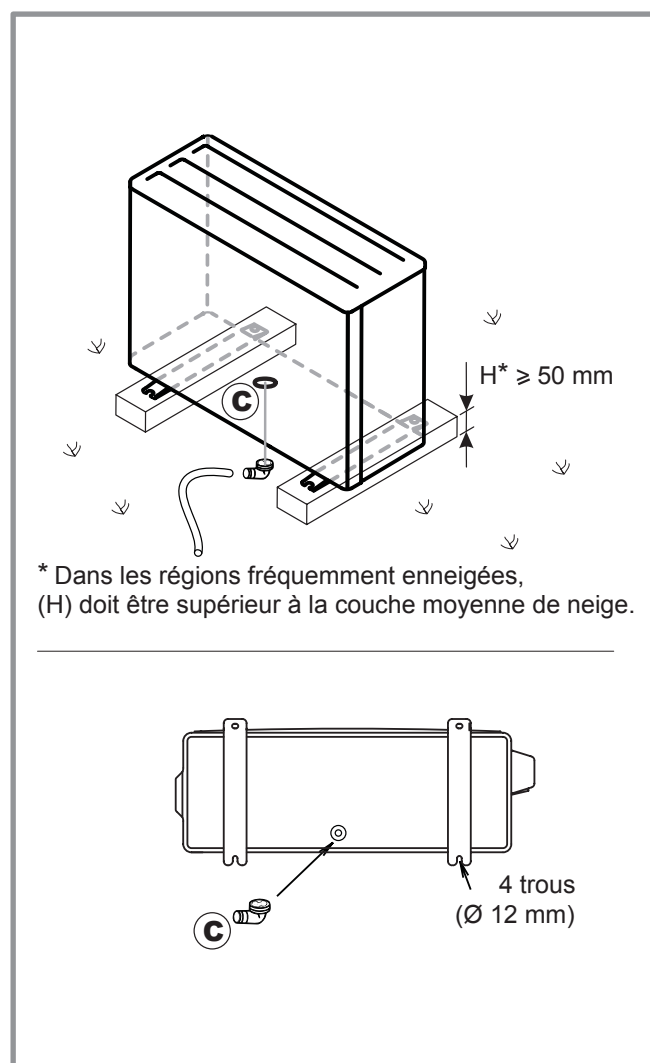

figure 16 - Pose de l'unité extérieure, évacuation des condensats
- En fonctionnement, de l'eau peut s'évacuer de l'unité extérieure. Ne pas installer l'appareil sur une terrasse, mais préférer un endroit drainé (lit de graviers ou sable). Si l'installation est réalisée dans une région où la température peut être inférieure à 0°C pendant une longue période, vérifier que la présence de glace ne présente aucun danger. Il est aussi possible de raccorder un tuyau d'évacuation sur l'unité extérieure (figure 16).
L'unité extérieure doit être surélevée d'au moins 50 mm par rapport au sol. Dans les régions enneigées, cette hauteur doit être augmentée mais ne pas dépasser 1.5 m (figure 16).
(Voir figure 16).